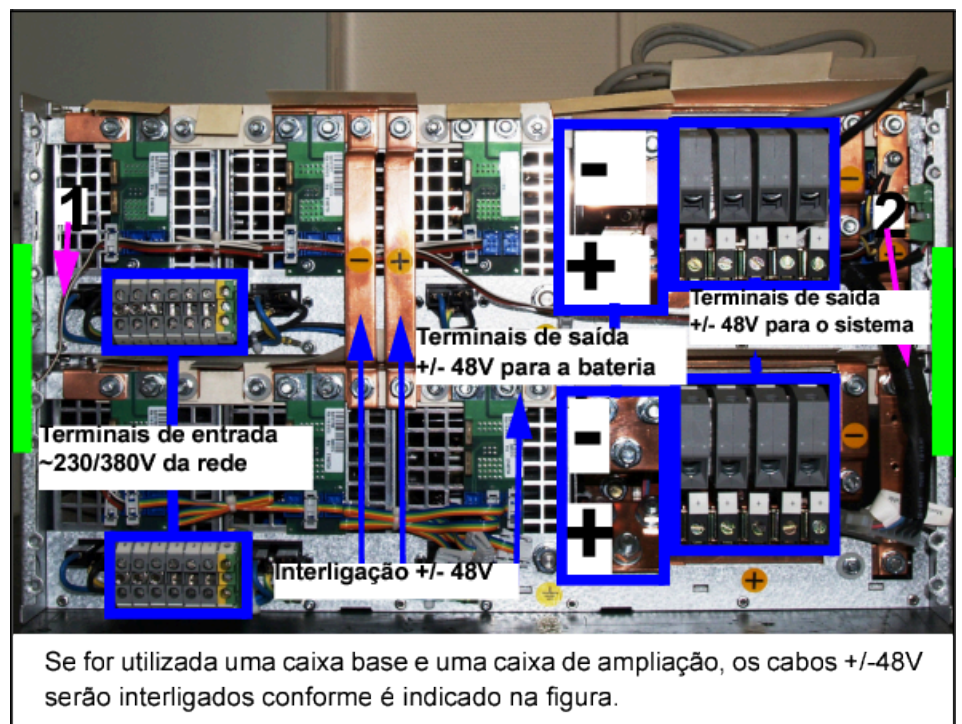

Figura 193: Powerbox UACD PSR930/PSR930E (Lado posterior)
A Figura 193: Powerbox UACD PSR930/PSR930E \(Lado posterior\) na página 229 mostra a caixa base e a caixa de ampliação da UACD PSR930/PSR930E.
**Importante:** A caixa base e a caixa de ampliação são unidas atrás, à esquerda e à direita, com um arco de metal ( marcado em verde na Figura 193: Powerbox UACD PSR930/PSR930E \(Lado posterior\) na página 229) (consultar também o manual de serviço).
**Importante:** Para ligar os cabos +/-48V ao sistema nos terminais de saída da UACD (ver Figura 193: Powerbox UACD PSR930/PSR930E \(Lado posterior\) na página 229), deve primeiro cortar a ficha azul numa extremidade do cabo fornecido, e isolá-lo apropriadamente. Este cabo é ligado directamente nos terminais.